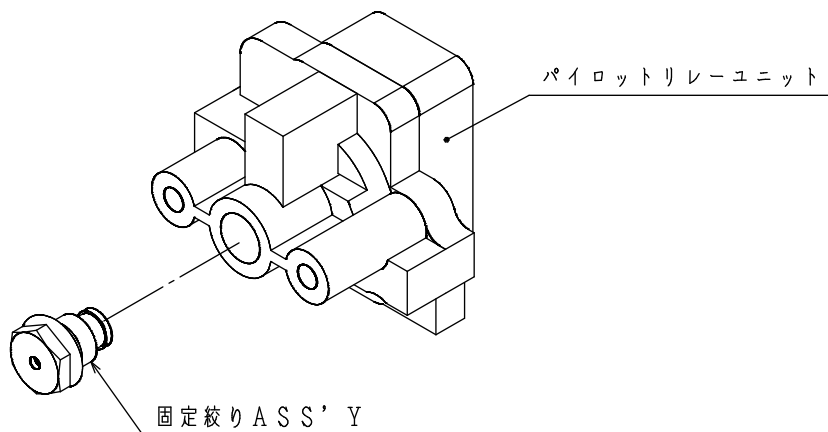

図 5-1
- 排気カバーを取外した後、パイロットリレーユニットから固定絞り ASS'Y を取外し、予備の ASS'Y と交換して下さい。（図 5-1 参照）